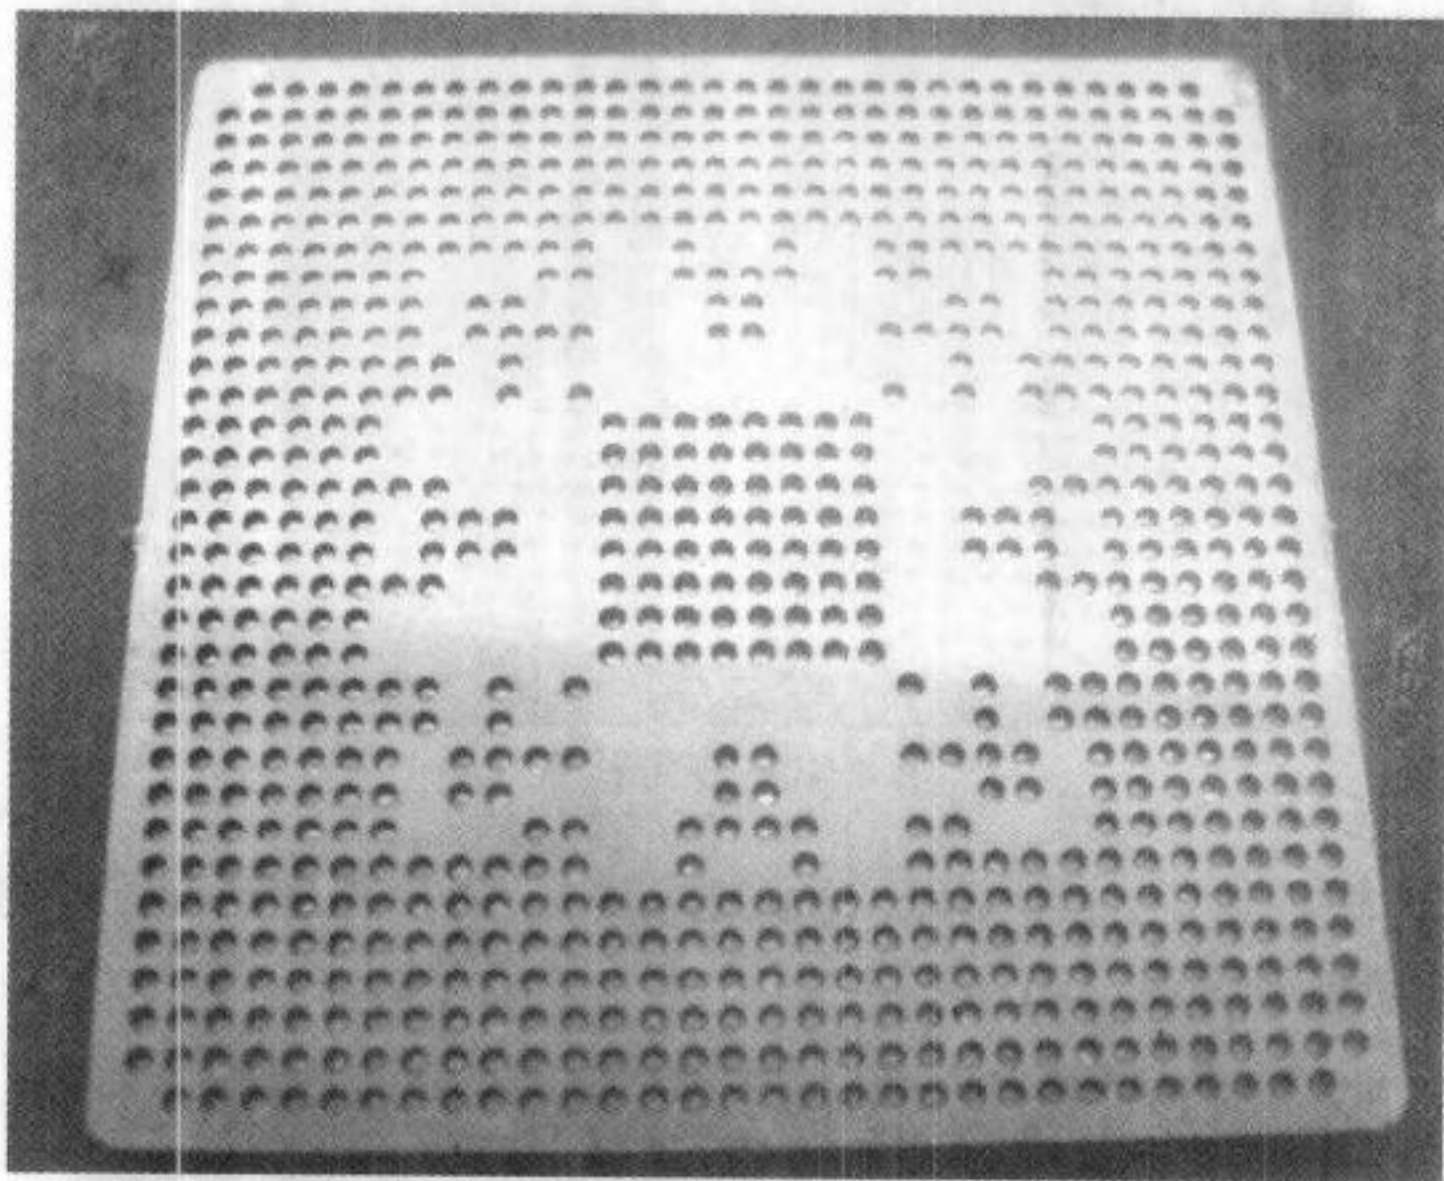

图 4-38 将专用钢网放量在芯片上
(5) 将专用钢网放置在芯片上，对齐孔位，如图 4-38 所示。